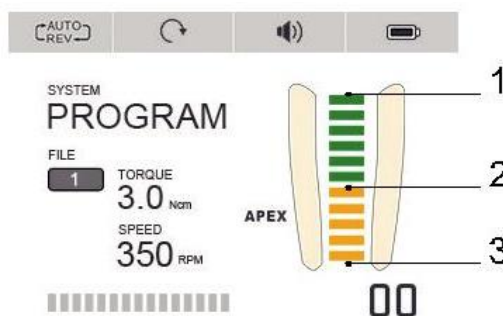

Рисунок 30
5.5.3 Изображение увеличенной области апикального отверстия в режиме измерения общей длины апикального отверстия выглядит следующим образом (см. Рисунок 30):
Примечания (см. Рисунок 30):